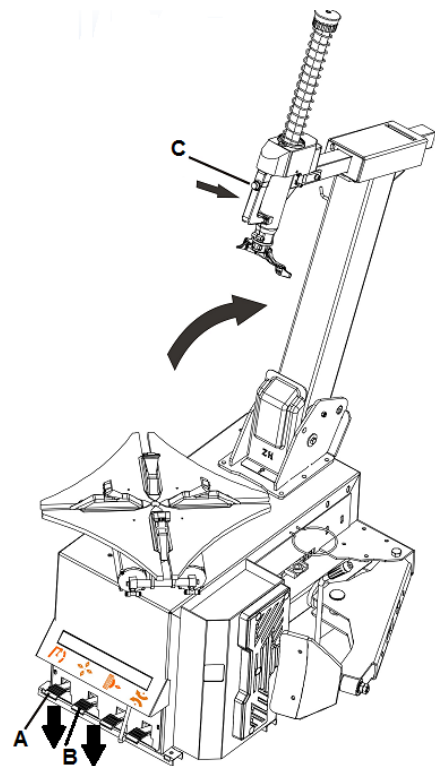

Abb. 14
- Sichern Sie sowohl den Horizontal wie den Vertikal Arm mittels Eindrücken des Arretier Knopfes (C, Abb. 14).
- Bedienen Sie nun Pedal A (Abb. 14) um die Säule nach hinten zu kippen. Legen Sie jetzt den Reifen auf die Klemmen und drücken Sie die Felge kräftig nach unten. Bedienen Sie folgend Pedal B (Abb.14)
- Bedienen Sie nun Pedal A (Abb. 14) um die Säule nach hinten zu kippen. Legen Sie jetzt den Reifen auf die Klemmen und drücken Sie die Felge kräftig nach unten. Bedienen Sie Pedal B (Abb. 14) um die Klemmen nach außen zu setzen.
- Bedienen Sie Pedal A (Abb.14) um den Arm nach vorne zu schwenken.